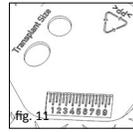

fig. 11
■ **fig. 1b/11** Șabloanele imprimate pe partea din spate a discului separator (fig. 1b) arată mărimea minimă a grefei pentru căptușirea timpanului (fig. 11).
■ **fig. 11** Scala milimetrică servește măsurătorilor de comparație generale, care pot fi de ajutor în timpul operațiilor pe urechea medie. În principiu partea din spate poate fi